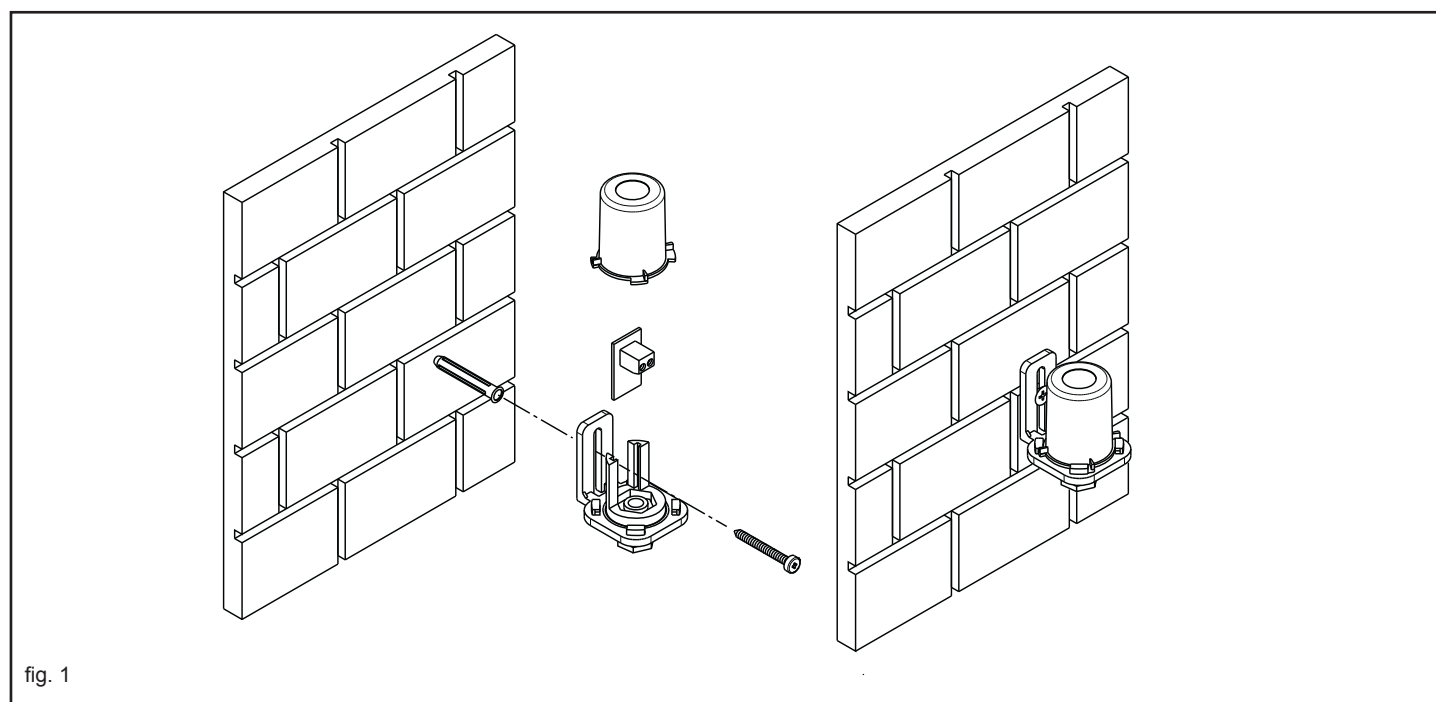

fig. 1
3.3 КРЕПЛЕНИЕ ЗОНДА НАРУЖНОЙ ТЕМПЕРАТУРЫ К СТЕНЕ (РИС.1)